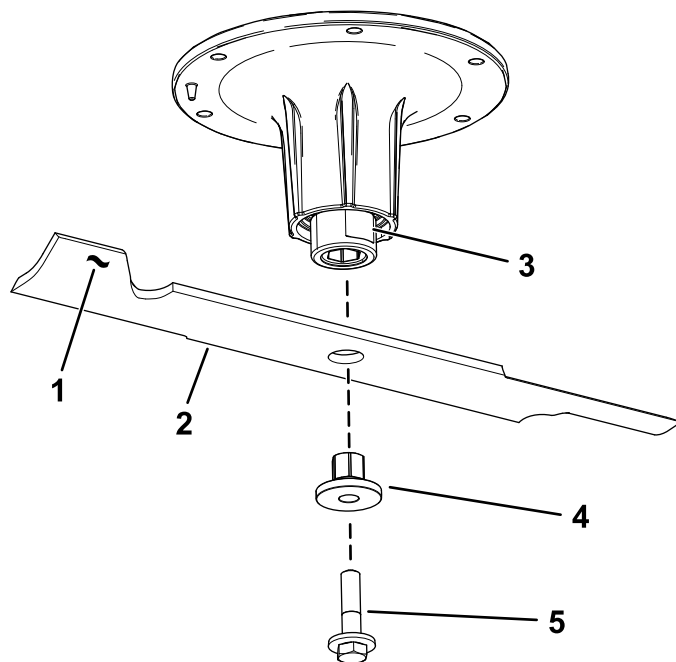

Figura 74
2. Rimuovete il bullone della lama, la boccola e la lama dall'albero del fusello (Figura 74).